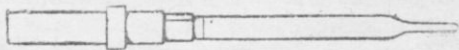

Рис. 47. Ударник
92. Ударник (рис. 47) разбивает капсюль. Он помещается в канале затвора и удерживается в нем шпилькой. Ударник имеет: на передней части — боек, на задней — выемку для прохода шпильки ударника. На среднюю часть его надевается пружина ударника (рис. 48), которая служит для отвода ударника в заднее положение, чтобы боек не выступал из-за чашки затвора.